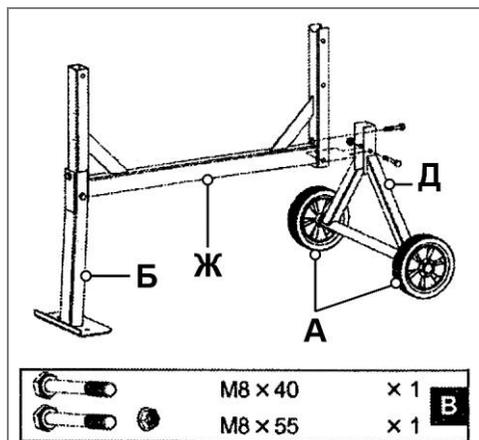
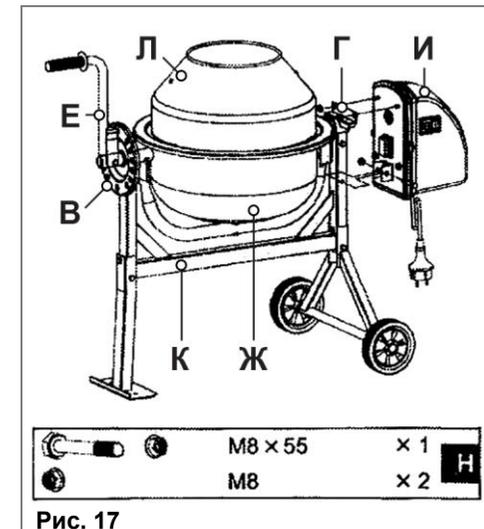

Рис. 5
Рис. 17
7.2. Выставьте ёмкость бетоносмесителя на выбранный угол диска фиксирующего (В) (Рис. 17). Для этого, преодолевая усилие пружины, оттяните ручку наклона (Е) на себя и поверните ёмкость за ручку наклона (Е) на необходимый угол. Следует обратить внимание, что угол, наиболее близкий к горизонтали по положению фиксирующего диска, обеспечит хорошую размешиваемость, но уменьшит объем готового замеса бетона.
к раме (Ж), со стороны задней стойки (Д) (Рис. 5), с одной стороны болтом М8х55 и гайкой М8 с другой стороны (Рис. 17).